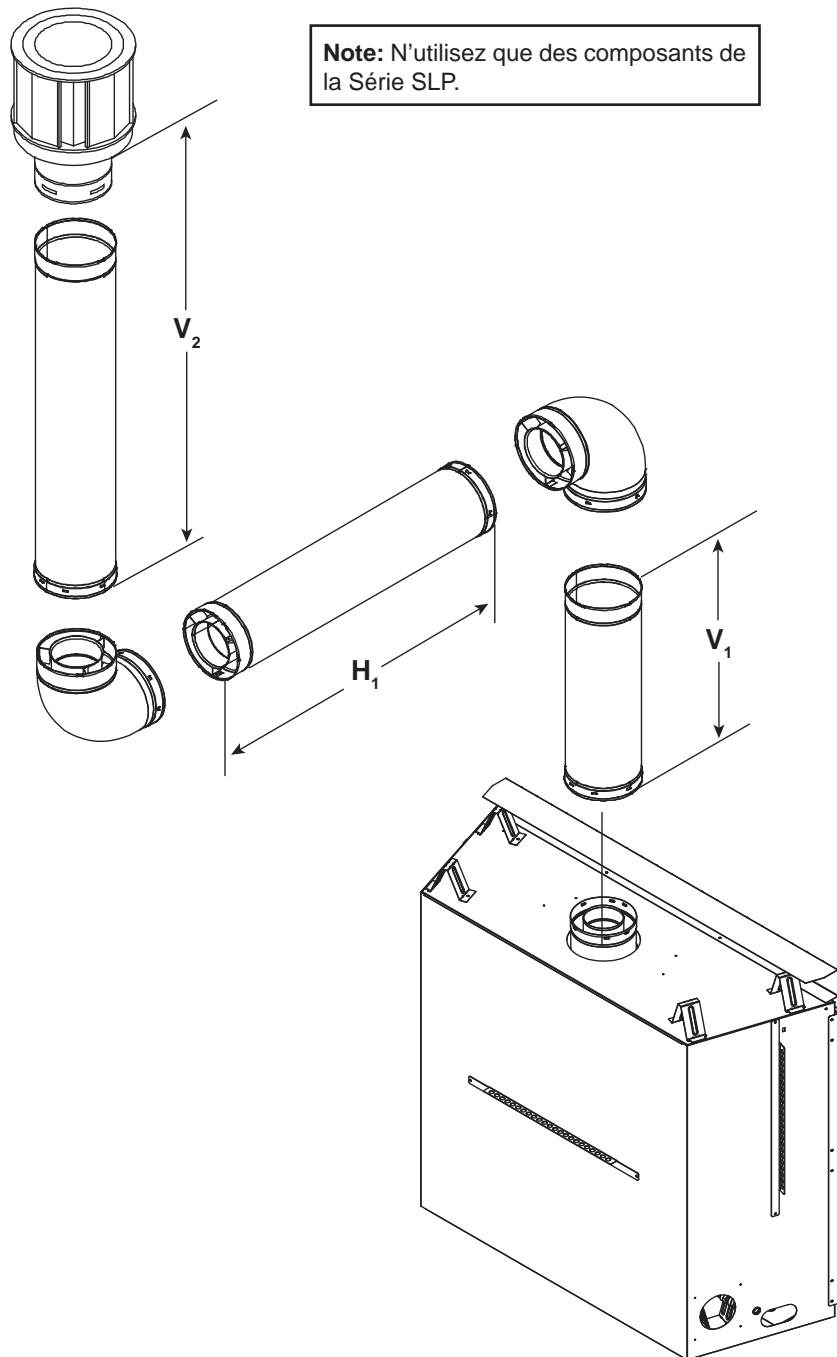

Figure 7.8
3. Utilisez 2 vis autoperceuses de 1,3 cm pour fixer le restricteur à la protection thermique de la chambre de combustion. Voir la Figure 7.8.